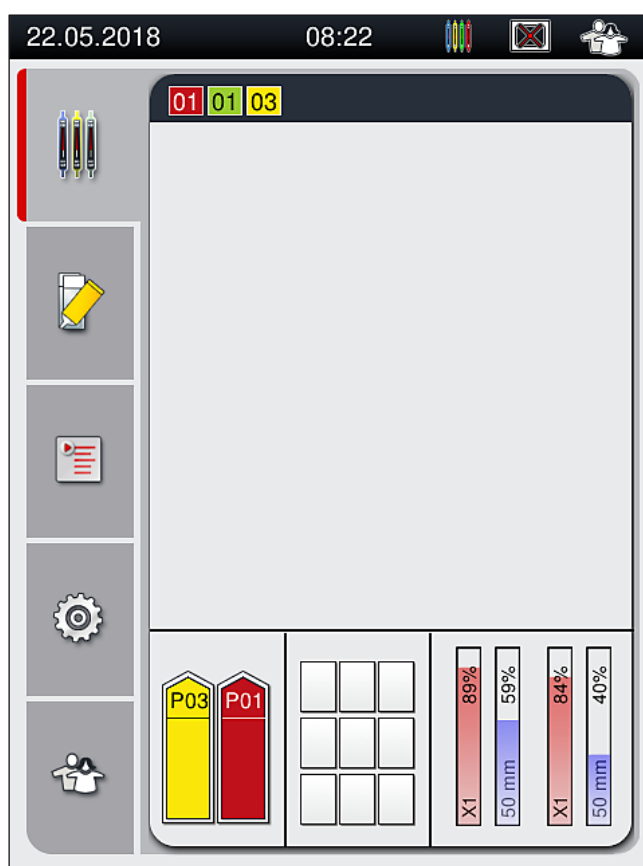

Fig. 73
7. Den oppdagede håndtaksfargen vises i prosessstatusvisningen (→ Fig. 73).